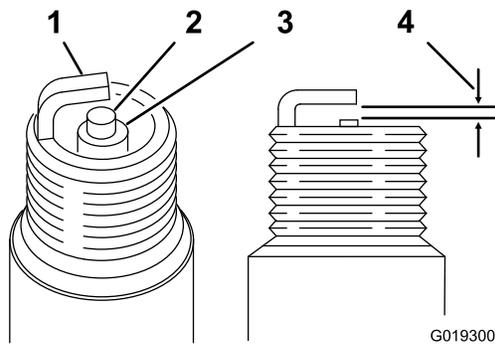

Рисунок 27
3. Убедитесь в том, что воздушный зазор правильный (Рисунок 27).